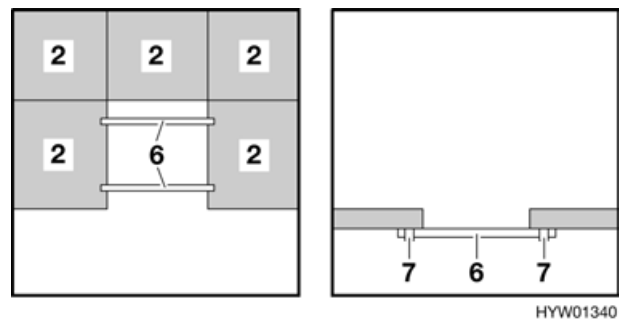

Bild 56 Während des Umbaus
- Beide Bettstangen (Bild 56,6) aus Ablage nehmen.
- Bettstangen quer in die jeweiligen Haltepunkte (Bild 56,7) der Längsstange einlegen.